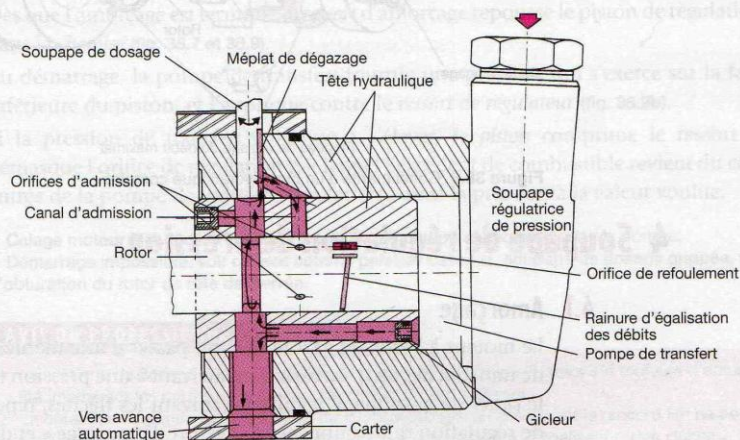

Figure 38.4. Coupe d'une tête hydraulique
Au ralenti, les pressions de transfert et de dosage sont à leurs valeurs minimales : en agissant sur l'accélérateur, on augmente la « taille » de l'orifice de dosage par déplacement de la soupape, ce qui augmente la pression de dosage (fig. 38.4) :
- La détection de panne par élimination de chaque cylindre en desserrant le raccord HP ne peut s'effectuer avec la tête hydraulique comprenant une « rainure d'égalisation des débits », le moteur cale (fig. 38.4).